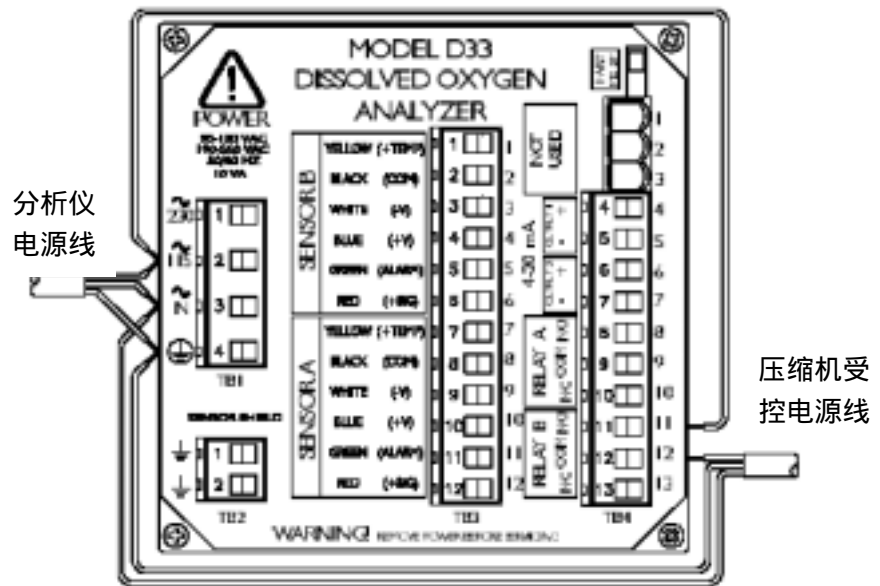

图 2-10 D33 分析仪与空气压缩机的接线
时器)”继电器。)参见图 2-10 了解关于连接的详情。
**注意：**出于示例目的，图 2-10 显示了继电器 B 为“TIMER（定时器）”继电器。当使用不同的继电器时，要以相同的方式连接所有的接线端。